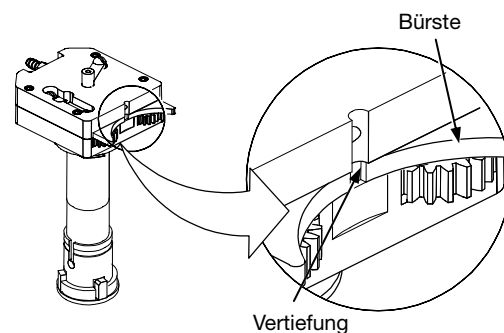

Abbildung 35 Untersuchen der Bürste
9. Überprüfen Sie die Bürste. Siehe Abbildung 35.